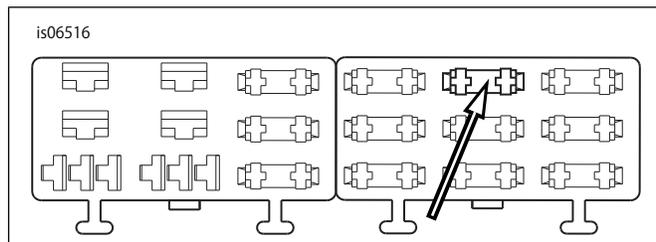

図26. 「P&A IGN」ヒューズブロックキャビティ(2004～2010年Softail)
4. 「図26」を参照してください。右ヒューズブロック内のヒューズブロックカバーの「P&A IGN」と記されたヒューズキャビティを見つけます。オレンジ/白アダプターワイヤーのターミナルを止まるまで挿入します。その周囲には工場出荷時に取り付け済みのターミナルが何本かありますので、そのうちの1本を基準にして、今挿入したターミナルの向きと深さを確認してください。